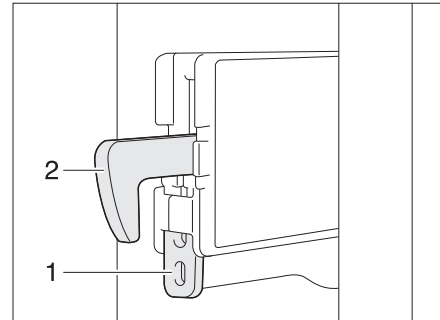

Fig. 139 Fixation du crochet de verrouillage
- Pousser la fixation (Fig. 139,1) vers le haut. Le crochet de verrouillage (Fig. 139,2) est poussé vers le haut et est hors service.
- Pousser le crochet de verrouillage (Fig. 139,2) vers le bas. Le crochet de verrouillage est à nouveau en fonction.